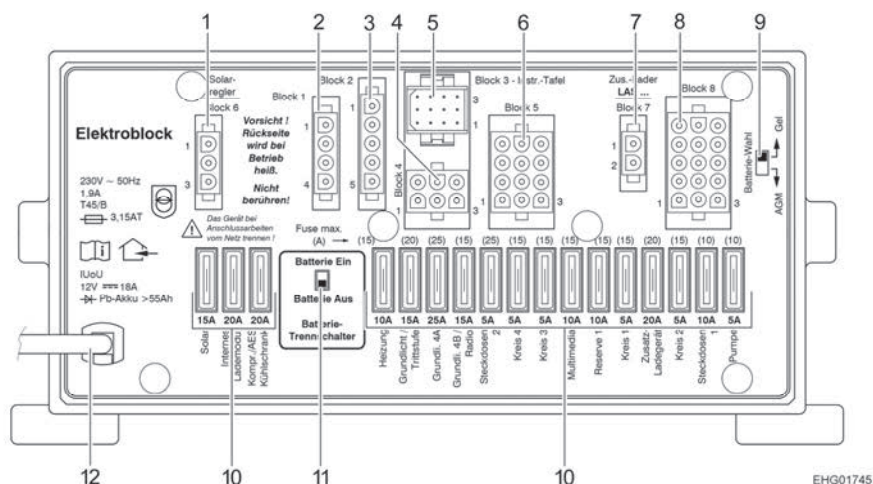

Bild 104 El-block (TEB310), liknande bilden
- Skjut upp batteri-brytaren: Batteri till ("Batterie Ein"). Batteri-brytare se Bild 104,11.